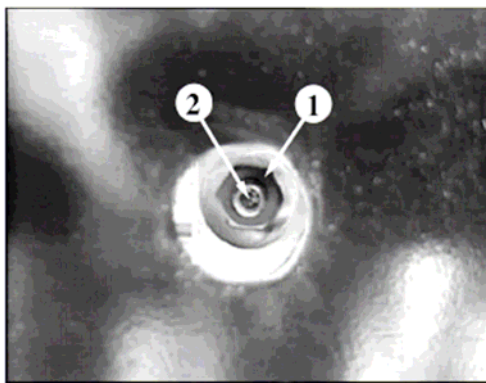

Bild 2:
- Fährt die Hebebühne beim Absenkvorgang auf ein Hindernis auf stoppt sie mechanisch. In diesem Fall den Überbrückungsschalter (Bild 2) drücken und gleichzeitig den Schlüssel auf „Heben“ stellen, bis das Hindernis weggenommen werden kann.